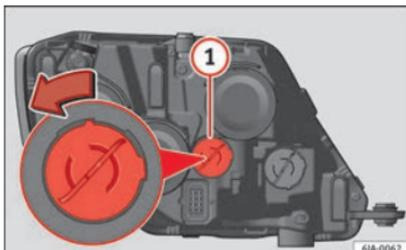

Fig. 94 Substituição da lâmpada da luz diurna.
- Rode o porta-lâmpadas » Fig. 94 ① para a esquerda e retire-o.